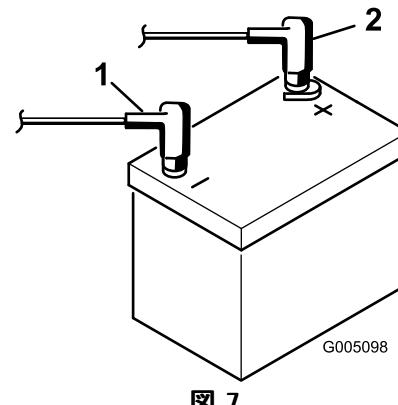

図 7
- 最初に、赤い(+)ケーブルをバッテリーの(+)端子に、次に黒いケーブル(−)をバッテリーの(−)端子にはめ、ボルトとナットで固定する(図7)。ショート防止のために(+)端子にゴムキャップをかぶせる。